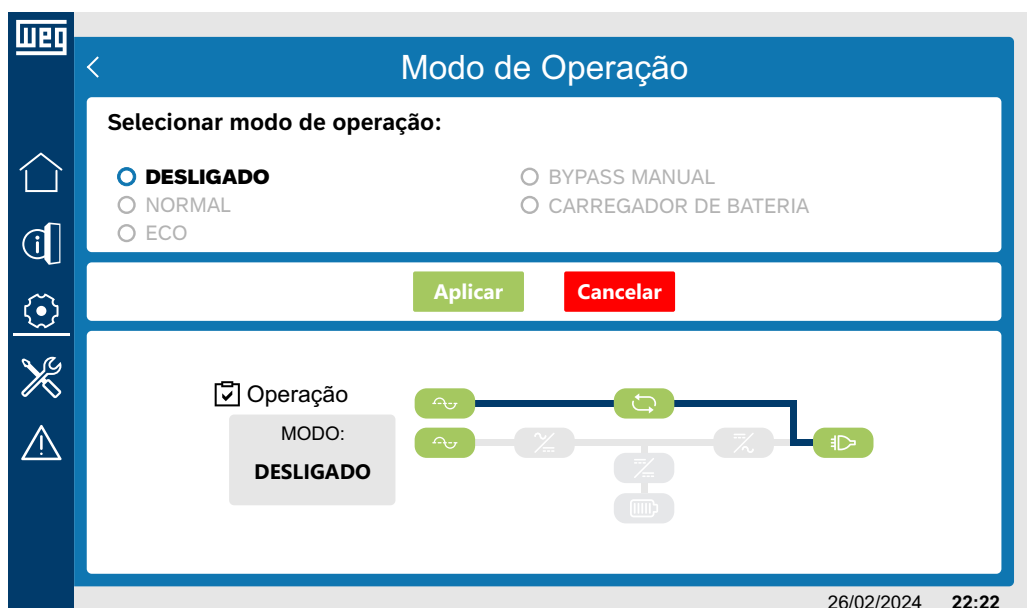

Figura 6.26: Sinóptico no modo de operação no modo desligado
- Modo desligado: Figura 6.26 na página 6-21.